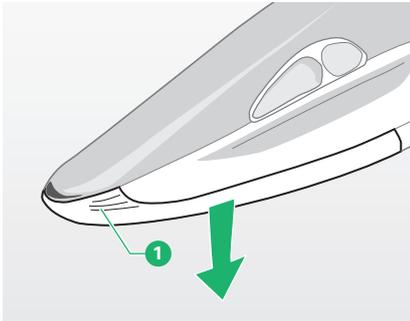

Bild 4.12 Saugschuh abnehmen
- Drücken Sie den Saugschuh an den Griffriellen **1** (Bild 4.12) fest gegen das Gerät. Achten Sie darauf, dass der Saugschuh wieder hörbar einrastet.